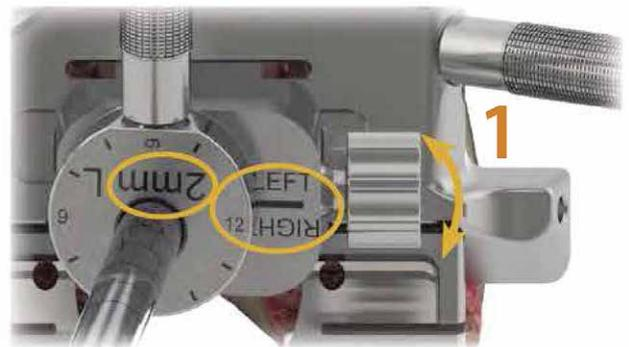

Fig. 31
Cuando alcance la posición óptima del Bloque de corte 4 en 1, fije la configuración con el tornillo lateral (1) (Fig. 31).
Tenga en cuenta el offset y su posición (en el caso mostrado en la Fig. 31 puede observar un offset de 2mm y una posición de 12) para el montaje de la prueba y del implante definitivo.